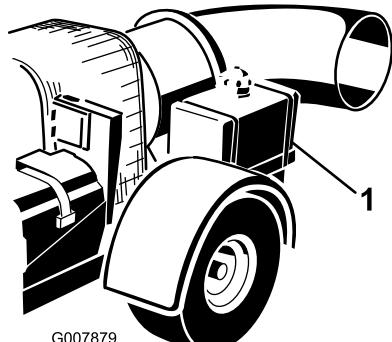

Figura 15
2. Pulite l'area circostante il tappo del serbatoio del carburante, e togliete il tappo (Figura 15).